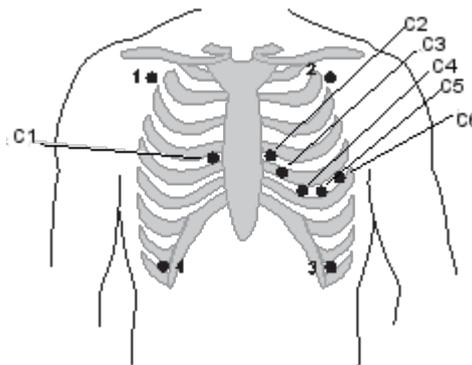

Abbildung 26: Positionierung der 12 Ableitungen
Bei einem 12-Kanal-EKG mittels 10 Elektroden wird eine Elektrode am rechten Arm, eine am linken Arm, eine am rechten Bein und eine am linken Bein angebracht. Sechs V/C-Elektroden werden wie in Abbildung 26: Positionierung der 12 Ableitungen gezeigt am Brustkorb angebracht. Die Elektrode am rechten Bein ist die neutrale Elektrode.
- ▶ Bringen Sie die Elektroden am Patienten wie in Abbildung 26: Positionierung der 12 Ableitungen Abbildung 26 oben angezeigt an.